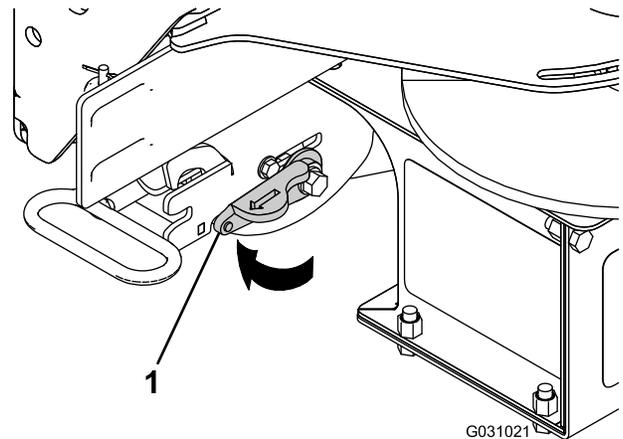

Bild 19
5. Drehen Sie den Sicherungshebel an der RT3-Halterung zum Verriegeln in die Position UNLOCK (Bild 19).